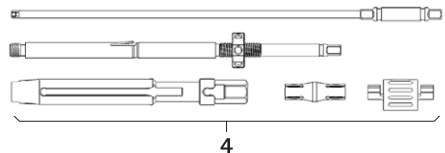

Abb. 9
- Repositionshebel 4 montieren, siehe Abb. 9.